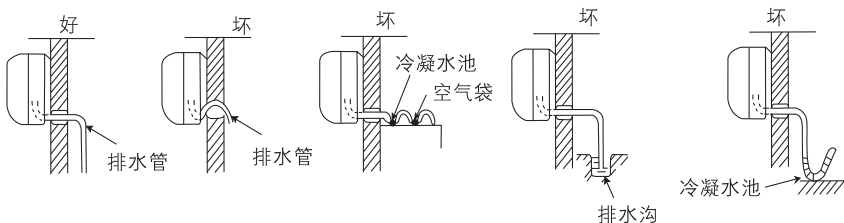

图28
- (1) 用附件⑭排水管与室内机组的出水管连接起来。
- (2) 如要使冷凝水流得舒畅,排水管应倾斜少许,如图28所示。